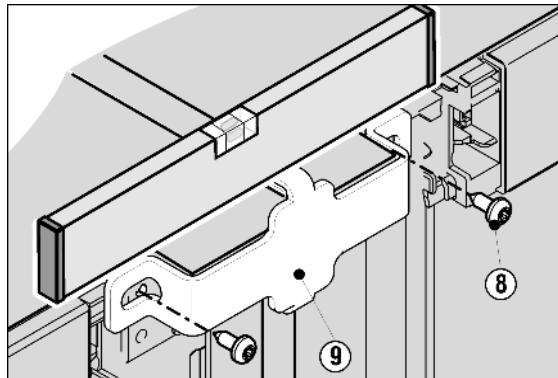

Fig. 5
- Сдвиньте устройства вместе или повторно выровняйте их и в это время с передней стороны, сверху прикрутите винтами Fig. 5 (8) большой крепежный уголок Fig. 5 (9). При необходимости проделайте отверстия или используйте аккумуляторную отвертку.